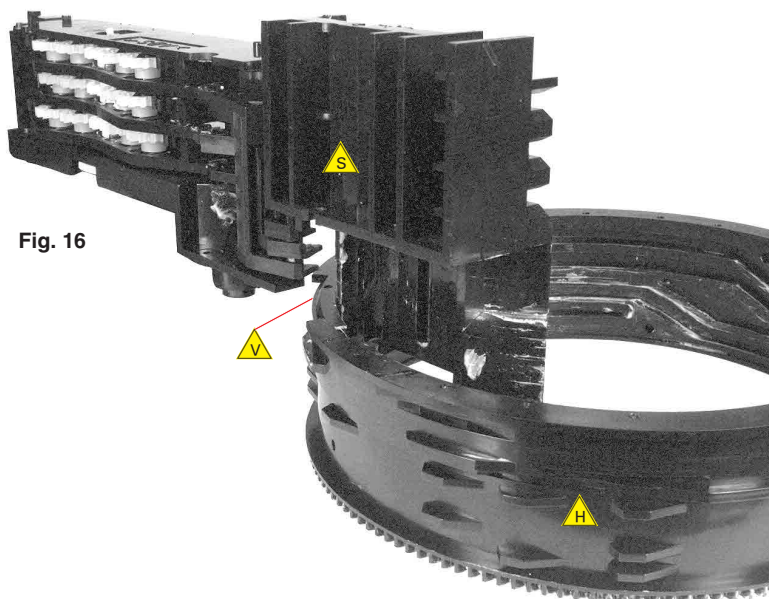

Fig. 16
- Steuerrad und Seitenteil trennen: Steuerrad so drehen, dass die Steuerhebel an der Aussparung  am oberen Rand des Steuer-rades vorbeigeführt werden können (Fig. 16).
- Separate cam wheel and side part: Turn the cam wheel so that the tray levers can be moved through gap  at the upper border of the cam wheel (Fig. 16).